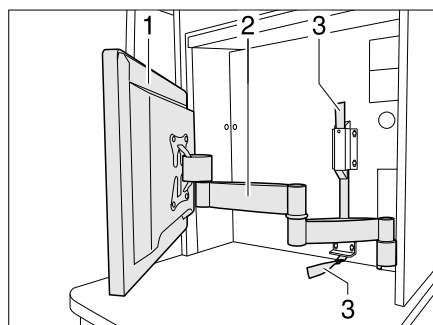

Bild 59 Flachbildschirm mit Gelenkarm
- Am Textilband (Bild 59,3) ziehen, um den Gelenkarm (Bild 59,2) zu entriegeln.
- Flachbildschirm (Bild 59,1) in die gewünschte Position schwenken.